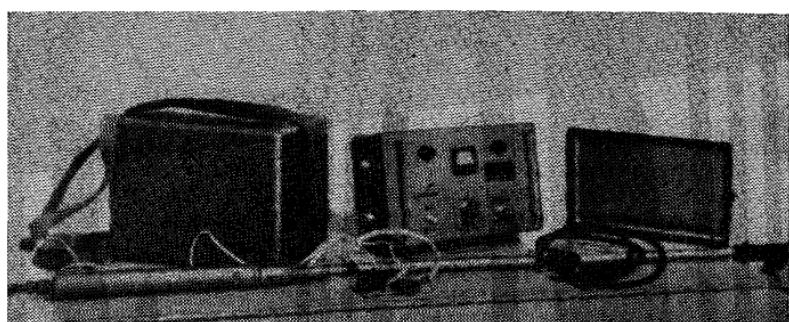

Рис. 30. Трубокабеленскатель ТПК-1
5.2. Трубокабеленскатель ТПК-1 (рис. 30) предназначен для поиска металлических трубопроводов или кабелей при съемке подземных коммуникаций в сложных условиях городов и промышленных предприятий.